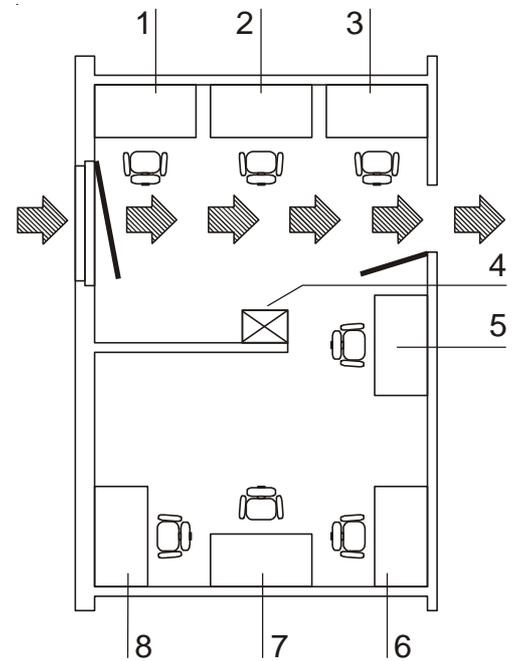

Fig. 1
**Fig. 1:** La figura mostra un esempio di una disposizione adatta per il servizio del banco di sicurezza nel locale e quale modo di disposizione non corrisponde ai requisiti di sicurezza.